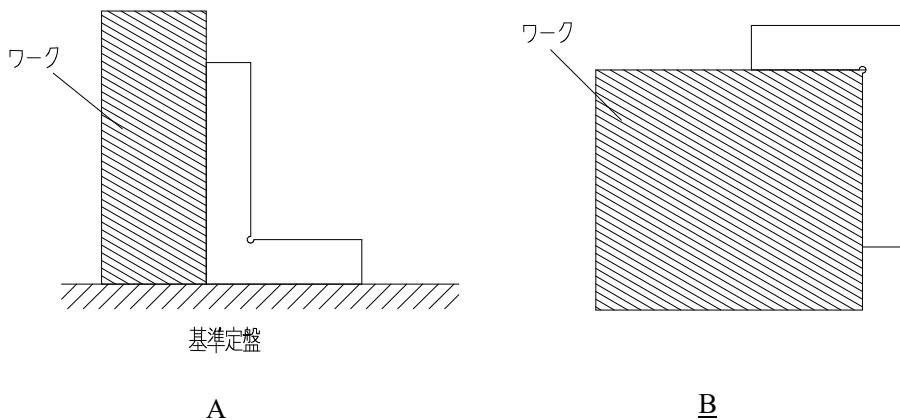

図2. 直角定規の使用方法
- 1) 図 2.A のように、基準定盤などの上に直角定規を立て、使用面をワークに当てて測定します。このとき、直角定規とワークの間にできる隙間を、光の通過量やシックネスゲージなどを用いて確認します。
2) 図2.Bのように、ワークに対して直角定規の側面を当てて直角を測定する方法です。